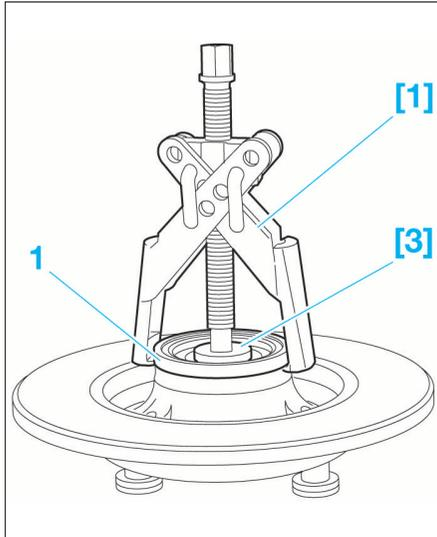

FIG. 30
- Poser les outils [3] (grain d'appui ref. 9501-T.C2) et [1] (extracteur ref. 6339-T) (Fig.30).